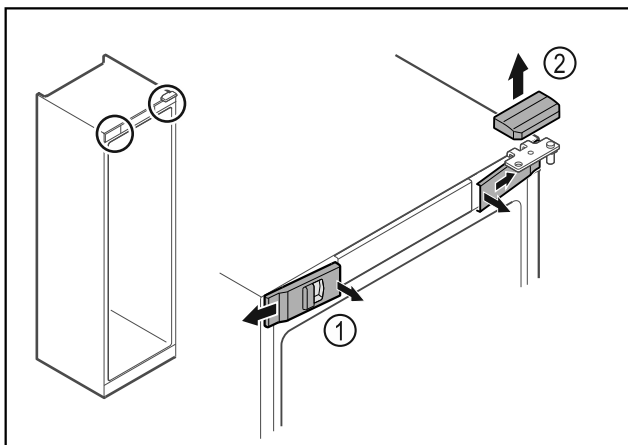

Fig. 15
- ▶ Lossa skydden fram Fig. 15 (1) på insidan och ta av dem åt sidan.
- ▶ Ta av det övre skyddet Fig. 15 (2) uppåt.